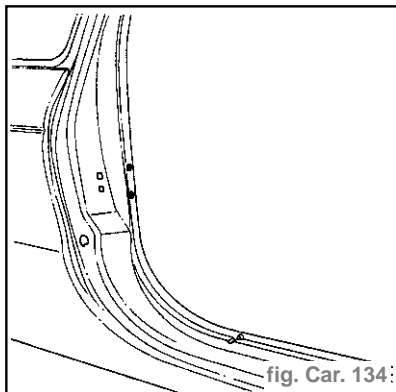

fig. Car. 134
**Soudure** (fig. Car. 134, 135, 136, 137, 138 et 139)